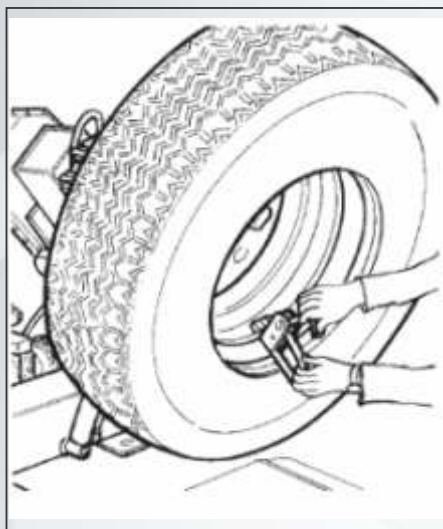

Рисунок 20
8) Снимите хомут и прикрепите его ко второму бортику внизу с внешней стороны (6 часов) (см. рис.20).
- 10) Прикрепите хомут ко второму бортику с внешней стороны (6 часов) (см. рис. 20).